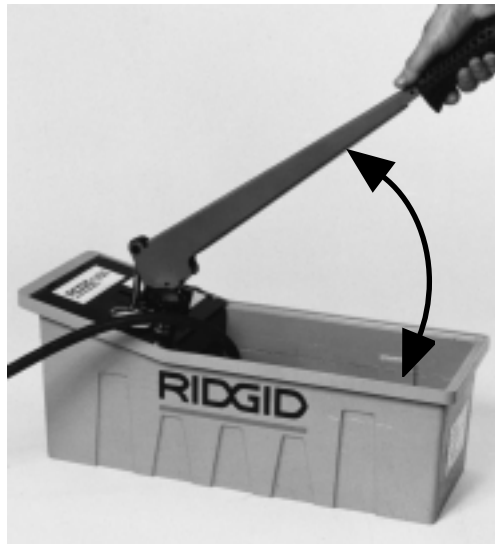

Fig. 2
3. Pomp de vloeistof in het leidingsstelsel tot het volledig is gevuld (afb. 2). Gebruik de lange - dus volledige slag - van de handel om het systeem te vullen.
3. Pompate il liquido nella linea per riempire completamente il sistema (fig. 2). Per la fase di riempimento azionare inizialmente la leva con ampie escursioni.
3. Bombear el líquido en el sistema hasta llenar completamente el sistema (fig 2).